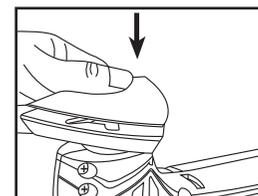

Fig. 4
3. Appuyer fermement sur le papier de verre contre une surface lisse pendant une courte période de temps, puis allumer l'outil. La base formera un lien antiglisse avec le rebord extérieur de la feuille de papier de verre afin d'éviter une usure prématurée de la feuille (Fig. 4).